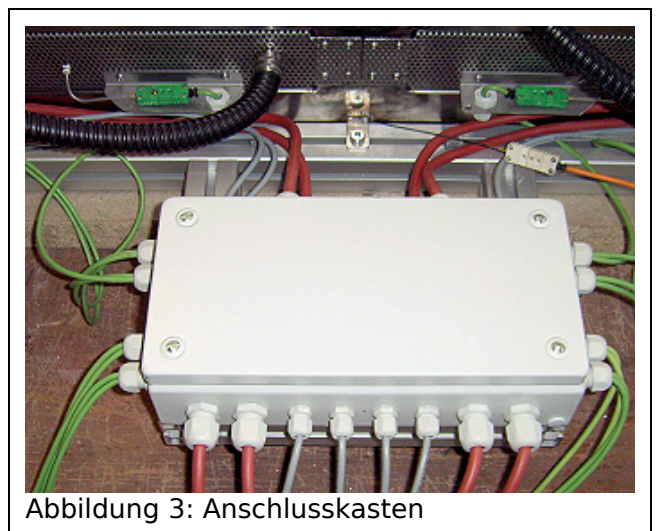
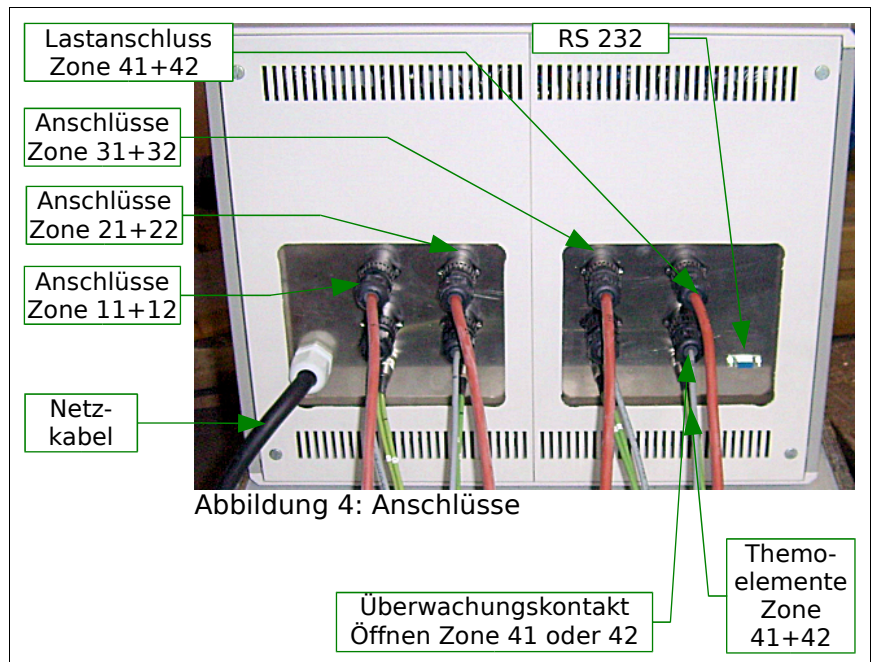

Abbildung 3: Anschlusskasten
Abbildung 4: Anschlüsse
- Anschluss des Ofens an die Steuereinheit: 4 rote Silicon – Kabel vom Anschlusskasten (s. Abbildung 3) mit 4-poligem Rund-Stecker mit der jeweiligen Buchse „Last“ an der Rückseite der Steuerung verbinden (**Hinweis:** Jedes Kabel verbindet 2 Zonen mit der Steuerung; s. Abbildung 4).
- Anschluss der Thermoelemente: farbige Ausgleichsleitung vom Anschlusskasten mit 8-poligem DIN Rundstecker an der Rückseite der Steuerung anschließen (**Hinweis:** Je 2 Thermoelemente werden über einen Rundstecker geführt; s. Abbildung 4).
- Anschluss der externen Überwachungskontakte: 7polige Rundstecker vom Anschlusskasten an die Rückseite der Steuerung anschließen. (**Hinweis:** Die Schalter, die beim Hochklappen einer klappbaren Zone geöffnet werden sind paarweise in Reihe geschaltet; s. Abbildung 4).